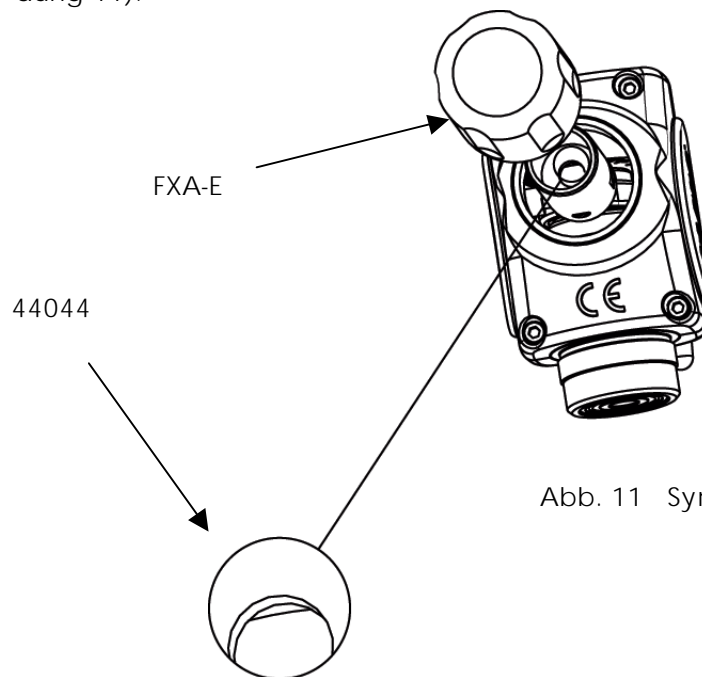

Abb. 11 Symbolzeichnung
13. Das Gegengewichtsgehäuse (FXA-E) abschrauben (siehe Abbildung 11).